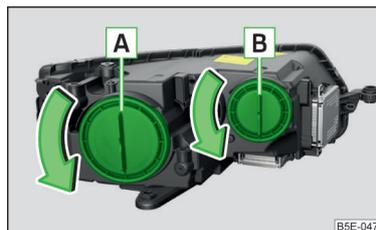

Abb. 219
Glühlampenanzordnung » Abb. 219
- › Die Schutzkappe **A** » Abb. 219 auf Seite 238 in Pfeilrichtung drehen.
- › Die Schutzkappe **A** » Abb. 219 auf Seite 238 einsetzen und entgegen der Pfeilrichtung drehen.
- › Die Schutzkappe **B** » Abb. 219 auf Seite 238 in Pfeilrichtung drehen.
- › Die Schutzkappe **B** » Abb. 219 auf Seite 238 einsetzen und entgegen der Pfeilrichtung drehen.